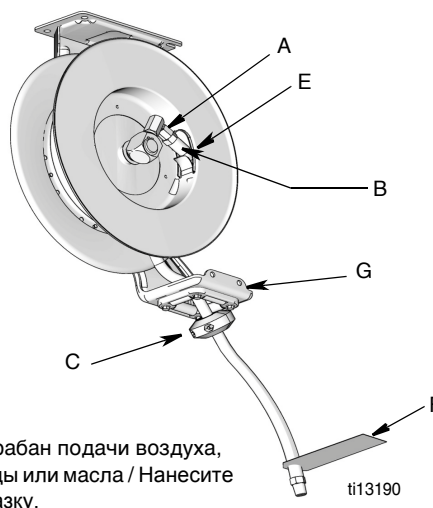

Рис. 12
- Остановите барабан в положении, в котором остается доступ к шарниру шланга (A) (Рис. 12) и в котором барабан надежно зафиксирован.
7. Протяните конец шланга (B) через направляющую (G), а затем через отверстие (E) в барабане (Рис. 12).